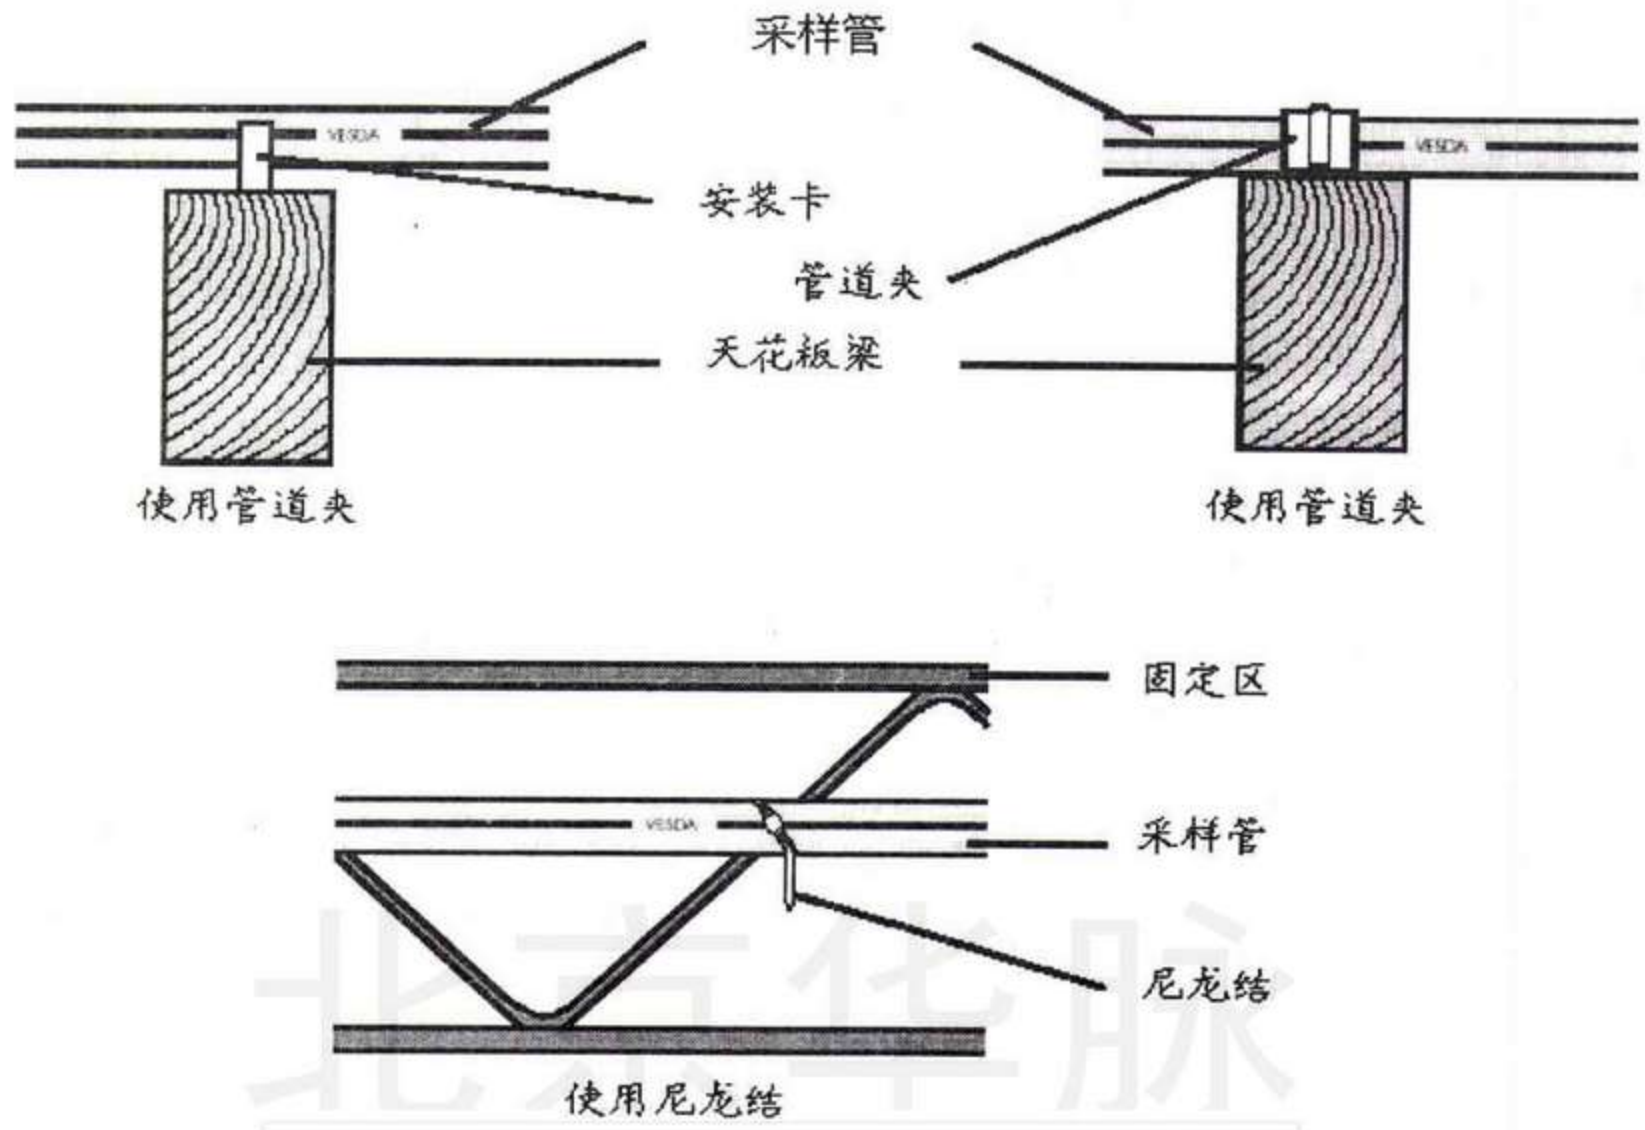

图 11: 固定采样管的三种方法。这些方法也可用于固定隐藏式采样中的主干管道。
- 天花板内采样时，应该用标准的 PVC 管道卡或尼龙自锁结将管道固定在顶梁或其他支柱上。如图 11 所示。